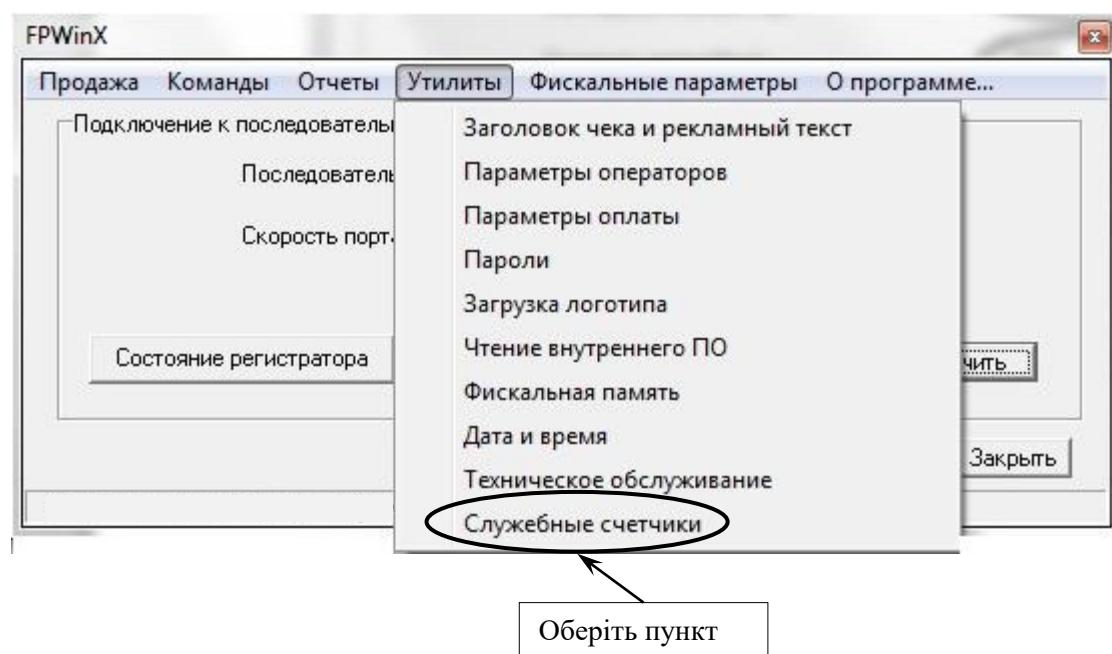

Рисунок 37
- у вікні програми обрати закладку «Утиліти», далі у випадаючому меню обрати пункт «Служебные счетчики» (рисунок 37);